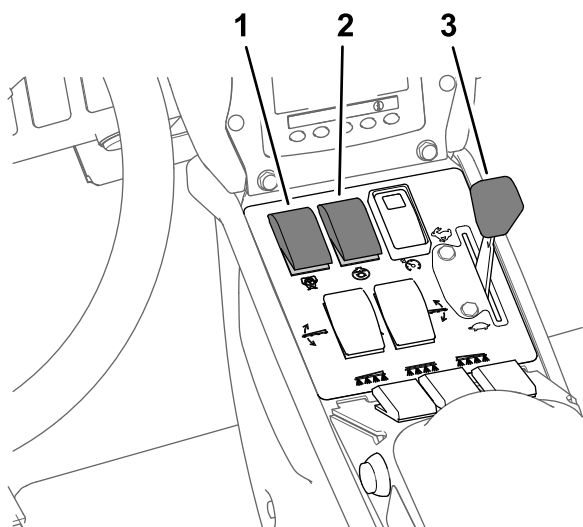

Figure 42
8. Réglez la commande d'agitation et la commande de la pompe de pulvérisation en position ACTIVÉE (Figure 42).
9. Placez la commande d'accélérateur en position HAUT RÉGIME (Figure 42).
Remarque: Cette procédure suppose que la pompe de pulvérisation est en marche; voir Figure 42 sous Pulvérisation en mode débit d'application (page 37).
4. Réglez la commande d'accélérateur au régime moteur voulu pour pulvériser; voir Figure 42 sous Pulvérisation en mode débit d'application (page 37).